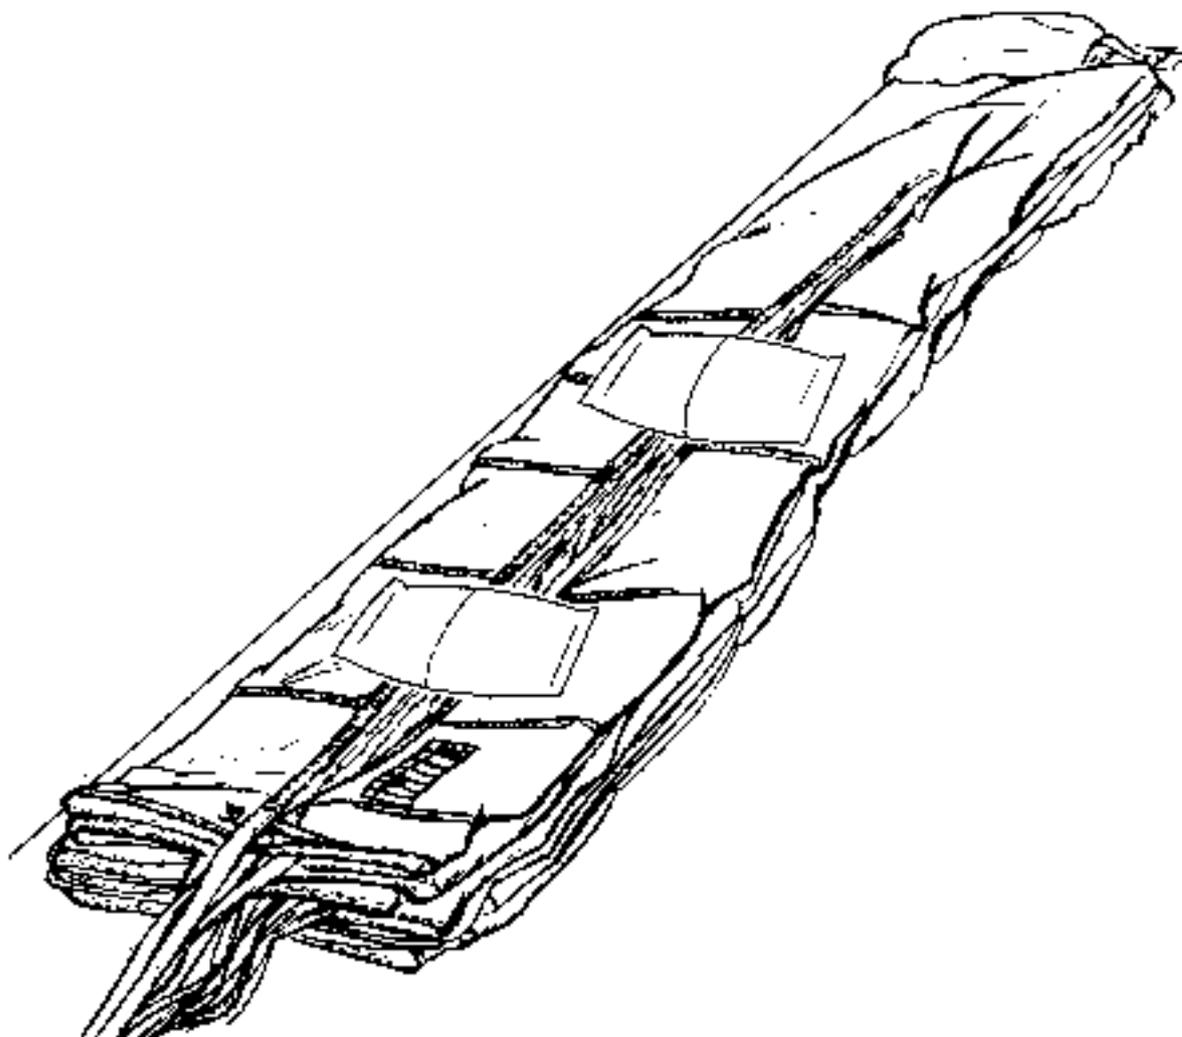

Fig. 4.30 – Lestage de la voile
- Placer deux sacs lestés sur la voile (fig. 4.30).